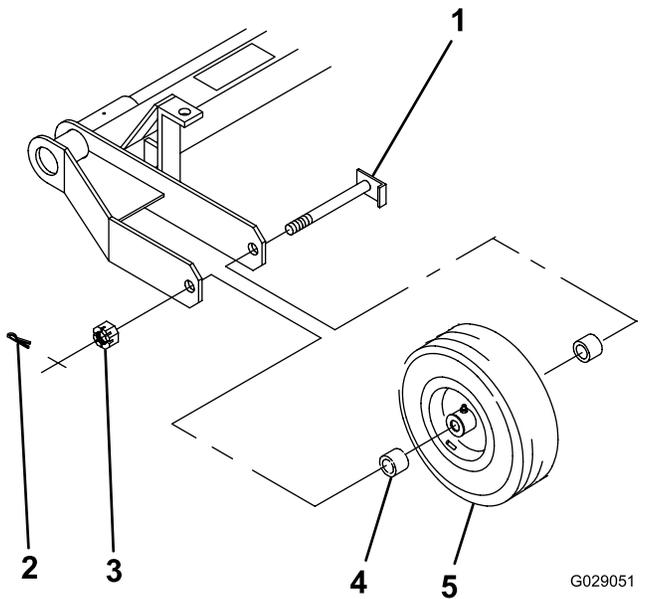

Bild 2
1. Setzen Sie die Räder und zwei Distanzstücke (eines an jeder Seite der Radnabe) zwischen den Rahmen, wie in Bild 2 abgebildet.
2. Stecken Sie die Achse durch den Rahmen, die Distanzstücke und das Rad (Bild 2).